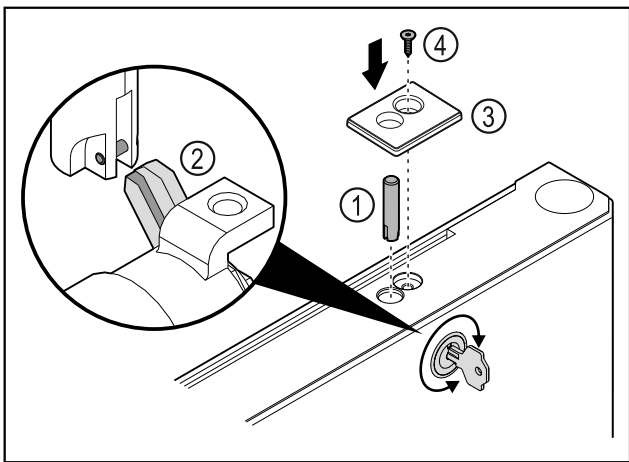

Fig. 47
- ▶ Helyezze be a zár csapot Fig. 47 (1).
- ▶ Forgassa el kissé a zárat, hogy a zár csap Fig. 47 (2) berendezelődjön a záron lévő nyílásba.
- ▶ Helyezze be a fedelet Fig. 47 (3).
- ▶ Helyezze be a csavart Fig. 47 (4).